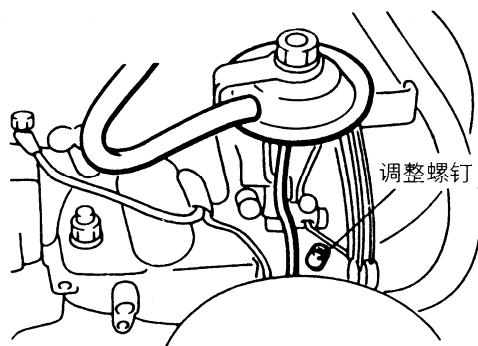

图 2-128 怠速增高调整螺钉
- (1) 检查和调整怠速设备前，先使发动机冷却液温度升至 80~90℃，怠速转速和一氧化碳浓度在标准值内。关闭点火开关 (OFF)。变速器置于空档。
- (2) 将空调机打开 (ON)。注意电磁阀张开而且进气歧管真空对节气门强制开启装置起作用而使它全冲程拉开节气门。
- (3) 检查发动机每分钟转速是在标准数值内。发动机转速标准值应为 $1000 \pm 50 \text{ r/min}$ 。
- (4) 如果不在标准数值内，拧动节气门强制开启装置 (空调机) 调整螺钉进行调整 (图 2-128)。